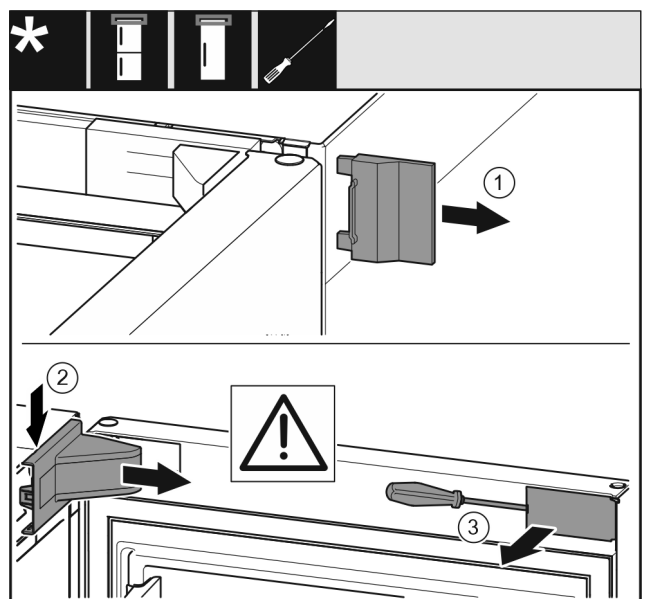

Fig. 9
- ▶ Снимите внешнюю крышку. *Fig. 9 (1)*
- ▶ Освободите и отсоедините крышку опорного кронштейна. Снимите крышку опорного кронштейна. *Fig. 9 (2)*
- ▶ При помощи шлицевой отвёртки освободите накладку и отведите в сторону. *Fig. 9 (3)*